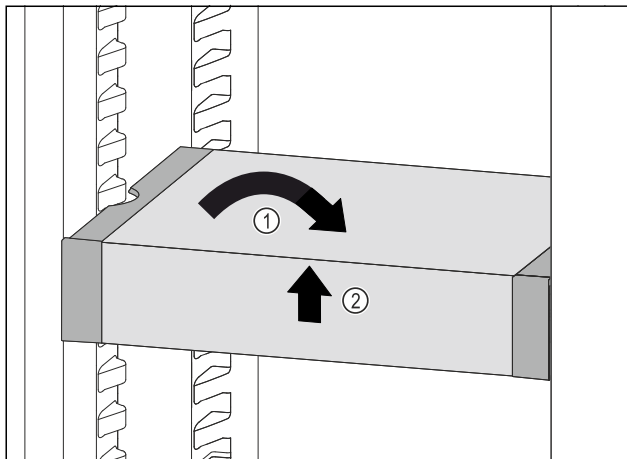

Fig. 206
- Ispravite VarioSafe. Fig. 206 (1)
- Podignite sprijeda VarioSafe. Fig. 206 (2)